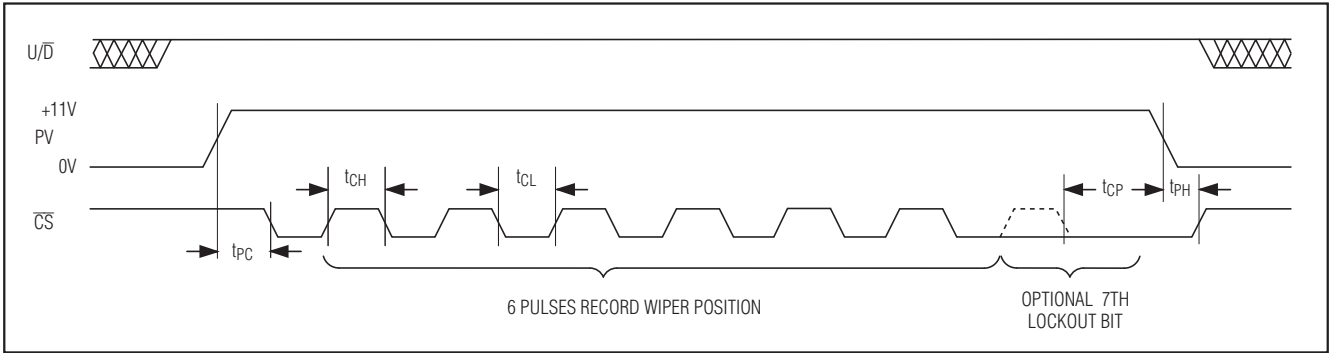

图5. 一次性编程模式，串口时序图
上电后，使用PV一次性编程时序可改变滑动端上电位置(见图5)。设置滑动端至所需的上电位置后，执行如下的六步操作：
- 4b) 提供七个周期的 \overline{CS} 脉冲，其中 \overline{CS} 从低电平开始，高电平至少持续 t_{CH} ，低电平至少持续 t_{CL} ，改变滑动端的上电位置，并将滑动端锁定在同一位置上。第七个 \overline{CS} 脉冲在图5中标记为可选锁定位。